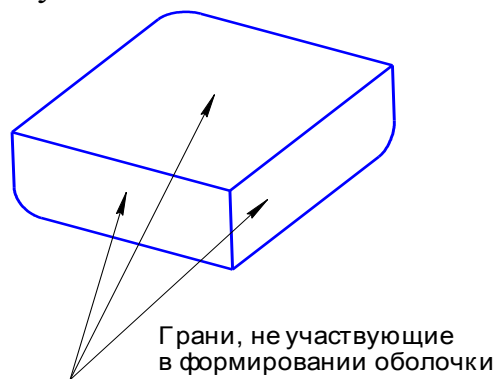

Рис. 3.
7. Поверните деталь гранями, с которых будет удаляться материал, перпендикулярно направлению взгляда (рис. 3).